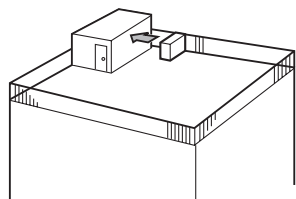

Fig. 2-3
- Umístěte výstup vzduchu směrem k nejbližší dostupné zdi ve vzdálenosti přibližně 50 cm. (Fig. 2-3)